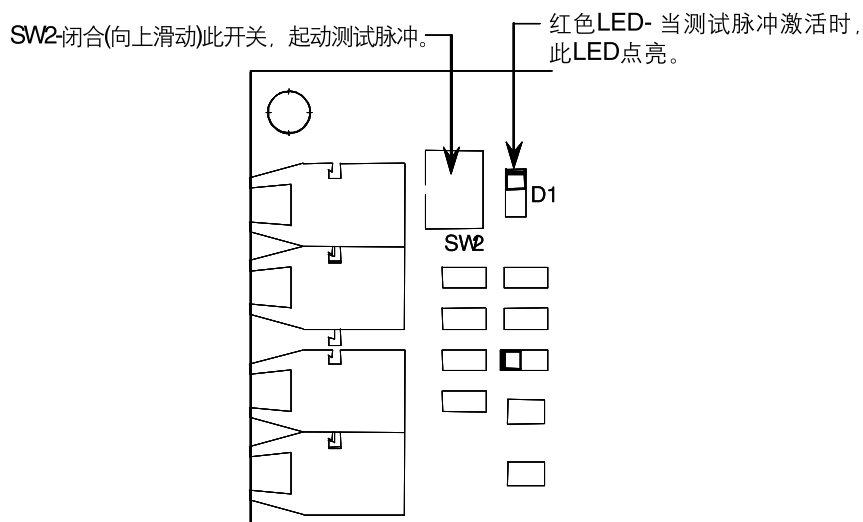

图3.3- 接口PCB板
12. 在重新把单元组件连接到设备之前，打开接口板(参阅图3.3)上的开关SW2。确定红色LED已熄灭。